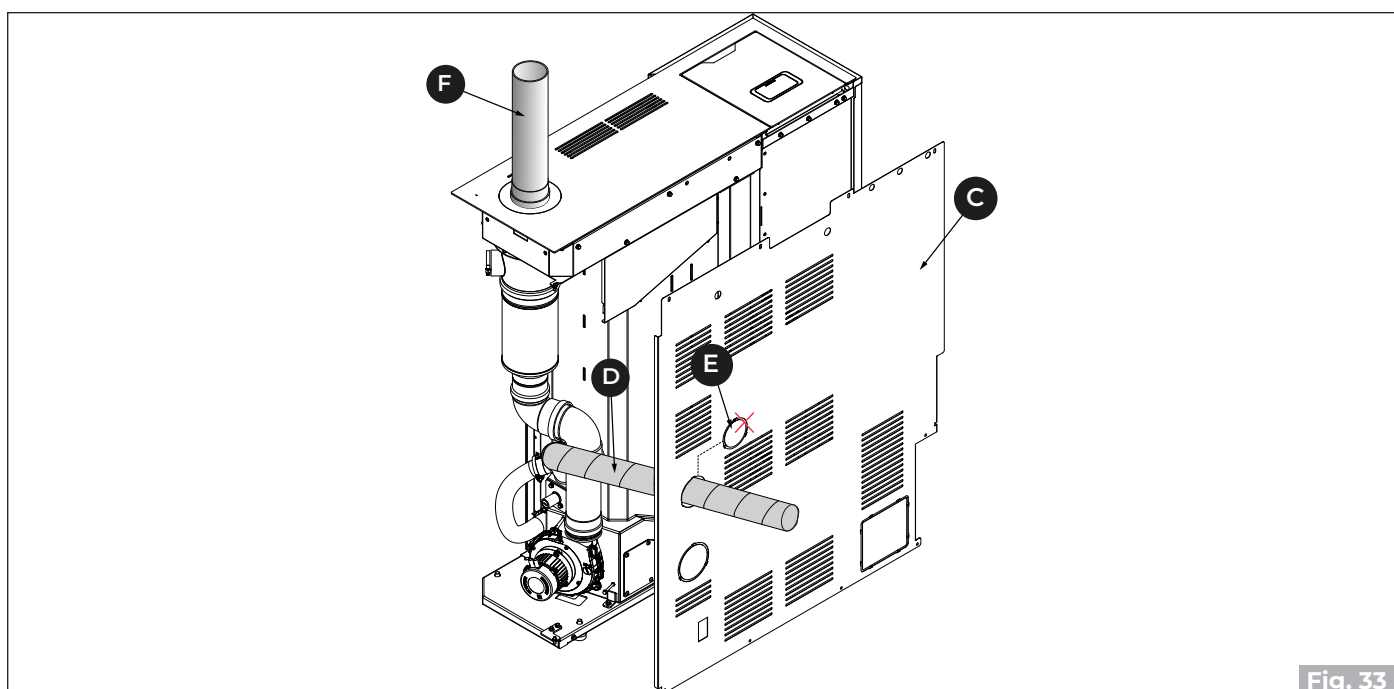

Fig. 33
- Spojite odvodnu cijev za dimne plinove **(F)** ("Fig. 33").